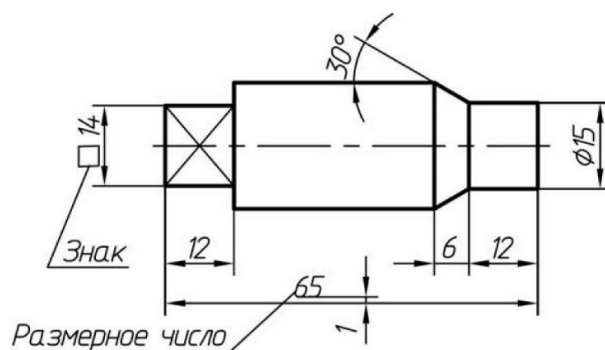

Рис. 61. Размерные числа и знаки
4. Пишут размерные числа и знаки (рис. 61). Расстояние между размерным числом и размерной линией равно **1** мм.